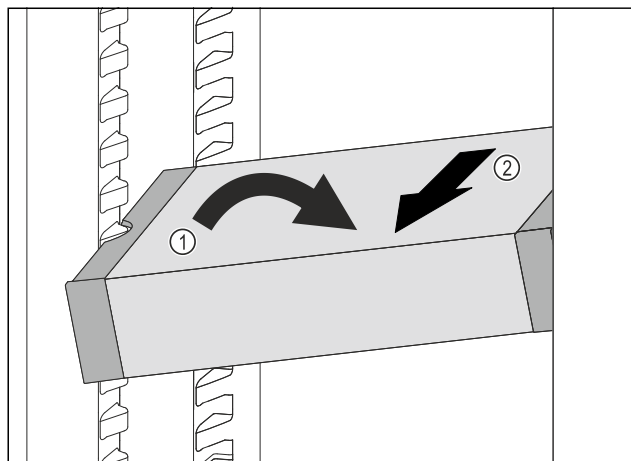

Fig. 89
- ▶ VarioSafe ustawić w chłodziarce pod skosem. Fig. 89 (1)
- ▶ VarioSafe wyjąć do przodu. Fig. 89 (2)